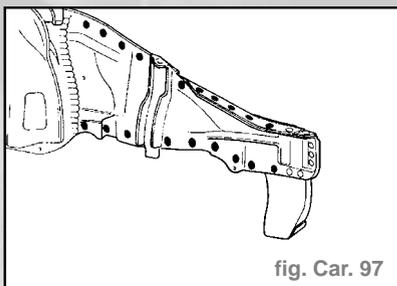

fig. Car. 97
- Repositionner l'élément de rechange sur le gabarit et sur la coque, l'aligner correctement, ensuite le souder comme illustré (fig. Car. 97).